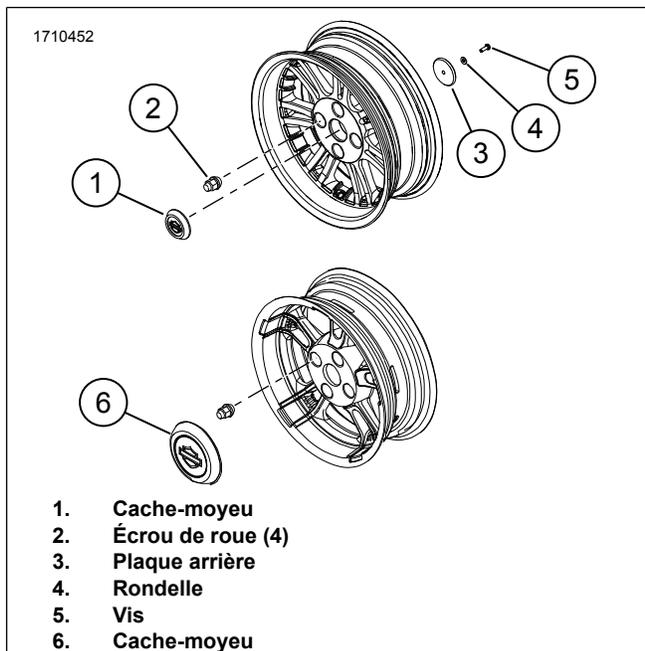

Figure 2. Ensembles de cache-moyeu de roue
1. Voir la Figure 2. Desserrez quatre écrous de roue (2).
3. Retirez les écrous de roue (2) et la roue.
4. Retirez et jetez la vis (5), la rondelle (4), la plaque arrière (3) et le cache-moyeu (1).
- a. Installez les écrous de roue (2) selon une séquence croisée. **Ne pas serrer complètement .**
- c. Serrez les écrous de roue (2) selon une séquence croisée.
1. Voir la Figure 2. Localisez la fente d'accès sur le diamètre du cache-moyeu (6).
2. À l'aide de l'outil approprié, retirez le cache-moyeu (6).